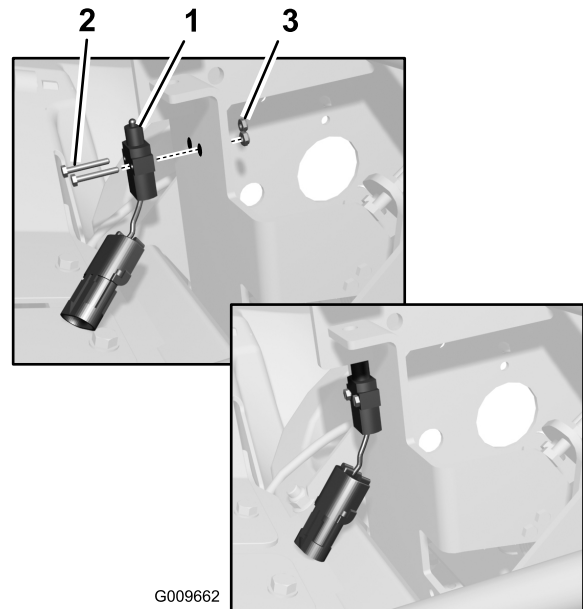

Figura 3
1. Instale el interruptor del freno en el conjunto del pedal usando dos tornillos N° 6 y contratuerca (Figura 3).